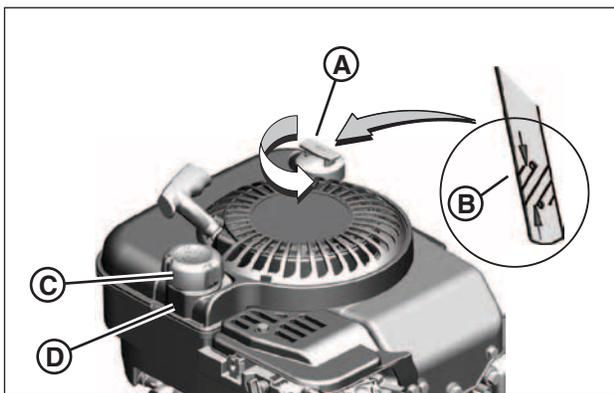

Figure 5: Remplissage d'huile et de carburant
- Retirer la jauge d'huile (**A, Figure 5**) et la essuyer avec un chiffon propre.
- Retirer le bouchon du réservoir d'essence (**C, Figure 5**).